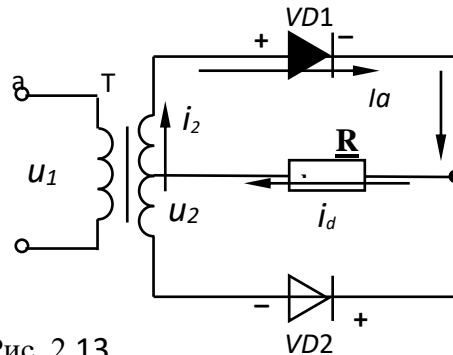

Рис. 2.13
На вход трансформатора подаётся переменное напряжение, т.е. во вторичной обмотке трансформатора половину периода (от 0 до π) ток протекает в условно положительном направлении (рис. 2.13). В этот промежуток вре-
2. Чертим схему подключения нагрузки (см. рис. 2.13).